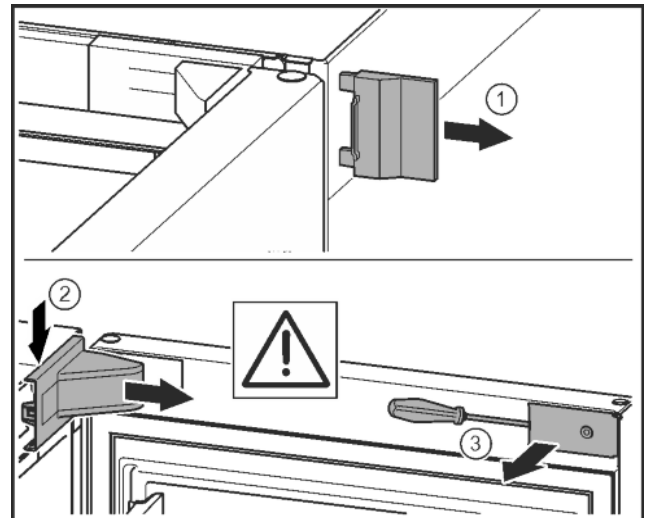

Fig. 7
- ▶ Buitenste afdekking verwijderen. Fig. 7 (1)
- ▶ Lagerbusafdekking ontgrendelen en losmaken. Afdekking van de lagerbus verwijderen. Fig. 7 (2)
- ▶ Paneel met de sleufschroevendraaier losmaken en naar de zijkant draaien. Fig. 7 (3)